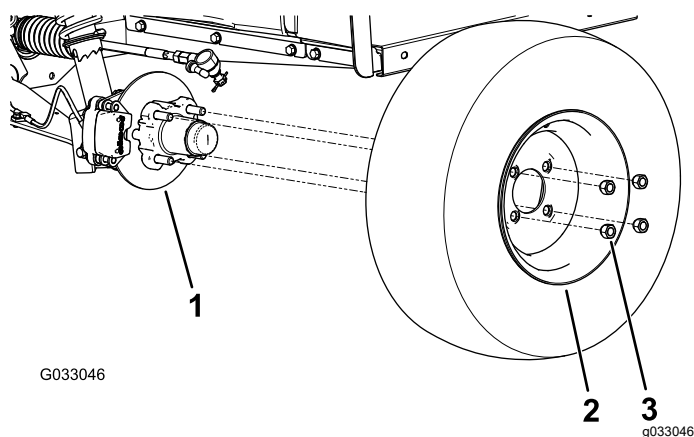

Figure 31
2. Retirez les 4 écrous qui fixent la roue sur le moyeu (Figure 31).
4. Alignez les trous de la roue et les goujons du moyeu, puis montez la roue sur le moyeu en plaçant la valve à l'extérieur (Figure 31).
5. Fixez la roue au moyeu avec les écrous de roue (Figure 31).